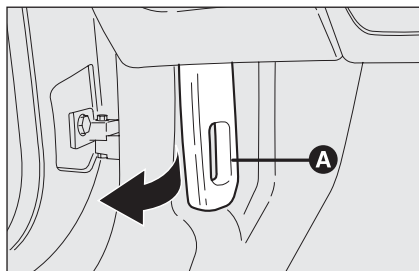

fig. 116
- tirare la leva **A-fig. 116** nel senso indicato dalla freccia in modo da sganciare la serratura del cofano motore;